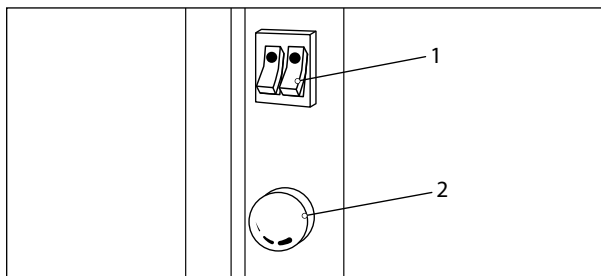

Рис. 3
2. На панели управления конвектора расположены регулятор термостата 2 и переключатели режимов 1 (рис. 3).